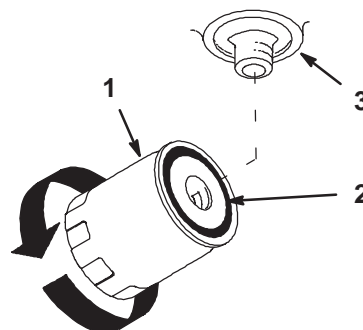

Figure 55
4. Appliquez une fine couche de liquide hydraulique sur le joint en caoutchouc du filtre de rechange (Fig. 55).
6. Remplissez le réservoir hydraulique jusqu'à ce que le liquide déborde du filtre. Tournez alors le filtre à huile dans le sens horaire jusqu'à ce que le joint en caoutchouc vienne toucher l'adaptateur du filtre. Serrez ensuite le filtre de 1/2 tour supplémentaire (Fig. 55).